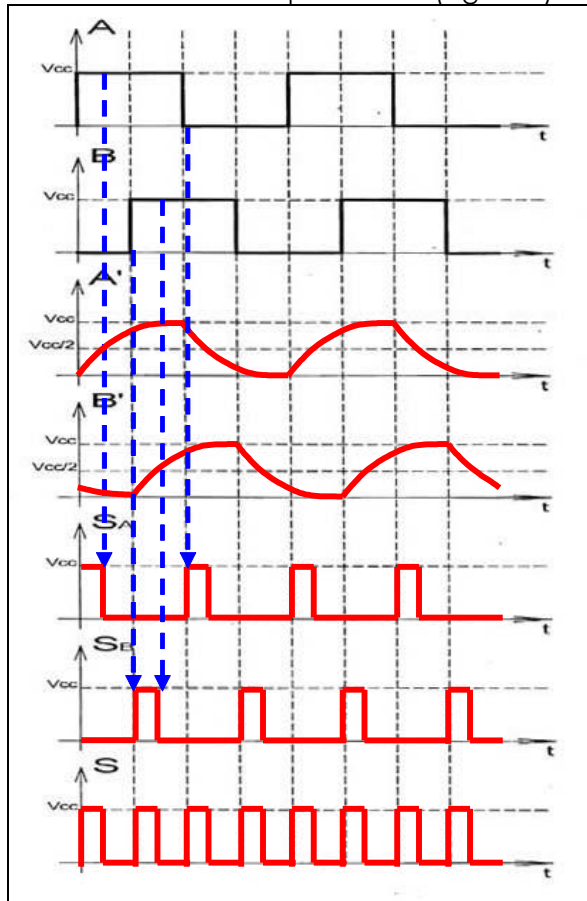

Figure 3 : Chronogrammes du quadrupleur de fréquence du codeur.
A.1.2. À partir des figures 3.a et 3.b, on a :
B.1.2. Les tracés apparaissent sur le document réponse DR3 (Figure 3).